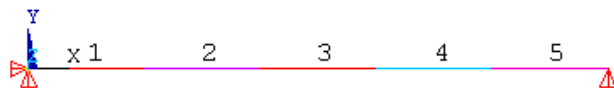

图5.30 简支梁单元模型
- (2) 建立关键点 1 和 2，坐标分别为 (0, 0) 和 (0, 10)，并连接生成线。
(3) 划分网格，把直线分成 5 段。并在梁左端结点上施加 UX 和 UY 方向的位移约束，在梁右端端点上施加 UY 方向的位移约束，如图 5.30 所示。此模型在光盘的 “\ch05\ex2\” 目录下也可以找到。